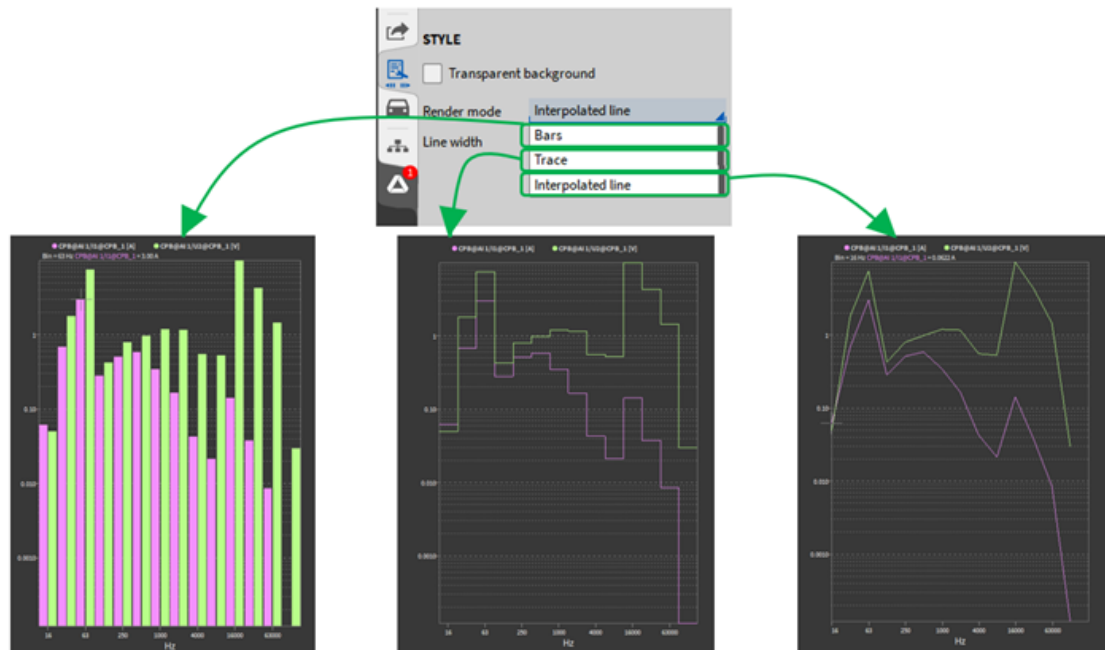

Abb. 8.101: Array chart instrument - Balken, Linien und interpolierte Linie
- Stil: Es kann ein transparenter oder nicht transparenter Hintergrund gewählt werden. Beim Anzeigemodus kann zwischen Balken oder Linien gewählt werden (siehe Abb. 8.101).